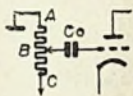

Fig. 1.
a) Regelingen in versterkers, waarin geen tegenkoppeling wordt toegepast. Deze zijn meestal zoo, dat een bepaald deel van het frequentiebereik wordt verzwakt, dus bijv. de hooge of de lage tonen. Door een deel der versterking op te offeren, kan men natuurlijk ook een ophalen van een bepaald gebied verkrijgen. Een eenvoudige wijze om dit te bereiken bestaat hierin, dat de koppelcondensator C_0 (fig. 1) niet aan de anode